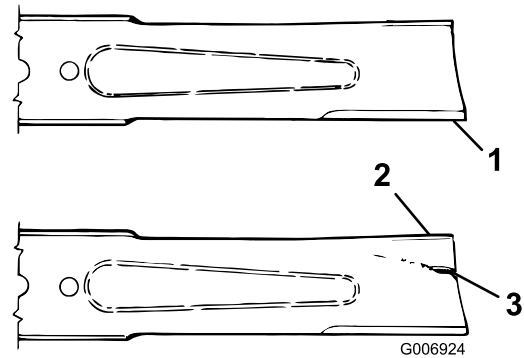

Bild 69
2. Prüfen Sie die Schnittkanten des Messers sorgfältig, insbesondere dort, wo die geraden Flächen die gebogenen berühren (Bild 69). Da Sand und anderes reibendes Material das Metall abschleifen kann, das die flachen mit den gebogenen Teilen verbindet, müssen Sie das Messer vor jedem Einsatz der Maschine prüfen. Tauschen Sie das Messer aus, wenn Sie eine Abnutzung feststellen (Bild 69); siehe „Entfernen des Schnittmessers“.
Wenn sich das Messer abwetzen kann, bildet sich ein Schlitz zwischen dem Windflügel und dem flachen Teil des Messers (Bild 69). Zuletzt kann sich ein Stück des Messers lösen und aus dem Gehäuse herausgeschleudert werden. Das kann zu schweren Verletzungen bei Ihnen selbst und Unbeteiligten führen.